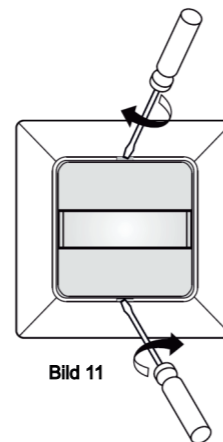

Bild 11
Um den befestigten Kunststoffrahmen zu entfernen beachten Sie bitte Bild 10A bis 10C und Bild 11. Benutzen Sie einen passenden Schraubendreher.
4.1.1 Öffnen Sie die Abdeckung oberhalb und unterhalb der Linse. Man kann den Schiebeschalter und die Knöpfe sehen. (Siehe Bild 11 und 12) Schrauben Sie die Anschlussklemmen fest. Stellen Sie ihn nach Bedarf ein.